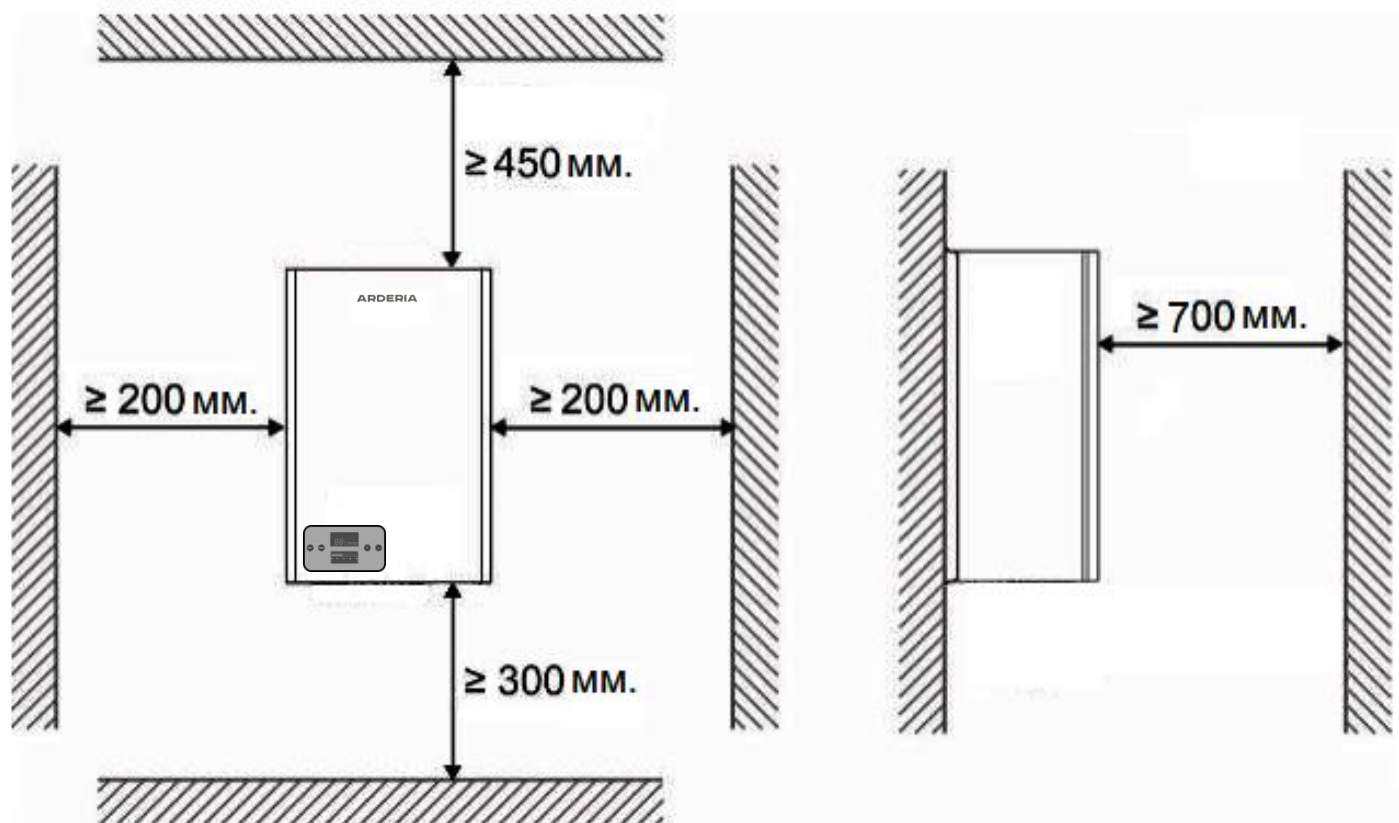

Рис. 9
- Установку электрокотла котла следует предусматривать исходя из условия удобства монтажа, эксплуатации и ремонта (см. рис. 9)